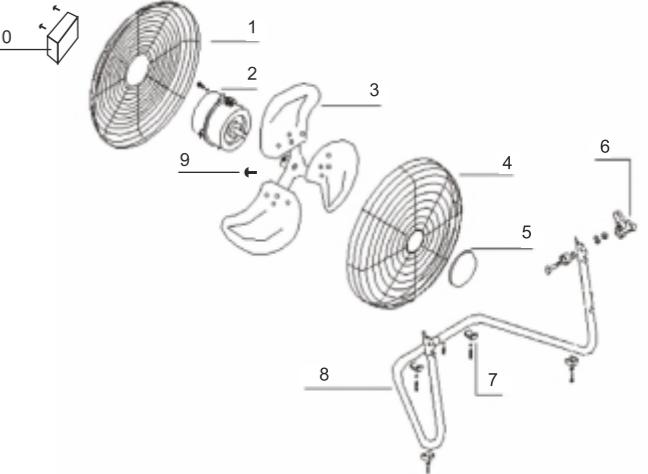

РИС. 1
4. СБОРКА (см. рис. 1)
- Выровняйте крыльчатку (3) по отношению к плоской насечки на валу электродвигателя (2), плотно наденьте ее и закрепите в таком положении, затянув до конца винт "А" (9). Винт "А" должен быть установлен на плоской насечке вала электродвигателя. Провернув крыльчатку рукой, убедитесь, что она легко вращается.
- Соедините переднюю защитную решетку (4) с задней (1) и закрепите их между собой, с помощью зажимов.
- Установите вентилятор на опорную раму (8) и затяните регулировочную рукоятку (6).
- Возьмитесь за защитную решётку и наклоняя вентилятор вверх или вниз настройте его на наиболее предпочтительный для Вас угол обдува. При необходимости ослабьте рукоятку (6).